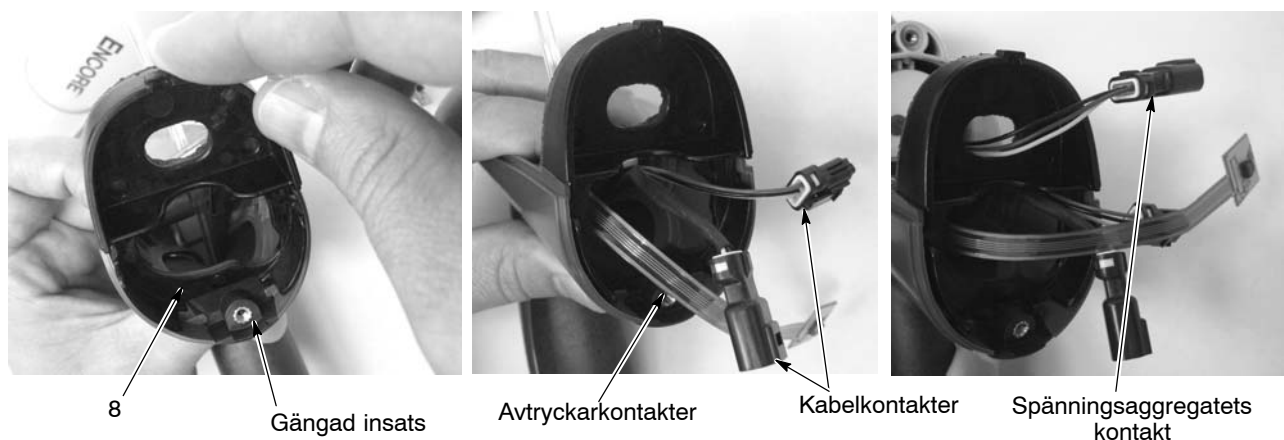

Bild 5-13 Sammansättning av den jordade handtagsdelen och basen med handtaget
14. Se bild 5-13. Placera den nedre delen av kåpan (8) bakom den gängade insatsen på handtagsdelens bakre del och fäll den övre delen av kåpan framåt tills att den snäpper fast på handtaget och pistolkroppen.
15. Skjut in spänningsaggregatets kontakt J2 genom den övre öppningen i kåpan (8).